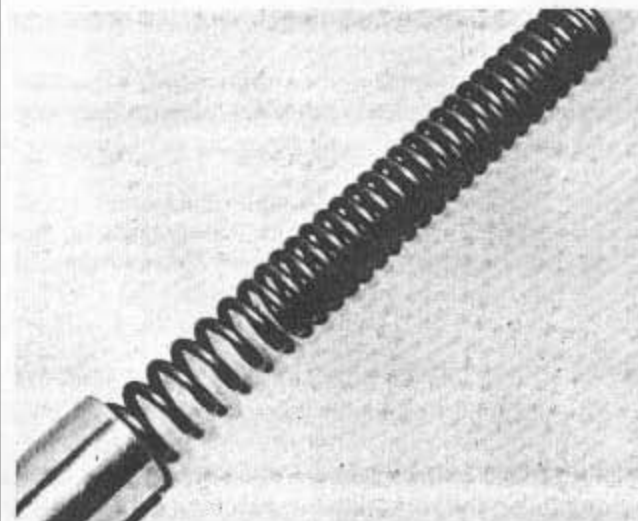

Bild 225
- Das Gabelstandrohr ist oben mit einer verchromten Mutter verschlossen, welche herauszudrehen ist (Bild 224). Der obere Federsitz sowie die Gabelfeder werden herausgehoben (Bild 225). Einige der Federn sind progressiv gewickelt. Man achte bei diesen genau auf die Einbaulage, d. h. ob die nahe beieinander liegenden Wicklungen oben oder unten liegen. Die Feder muss beim Zusammenbau unbedingt in ihre ursprüngliche Lage gebracht werden.